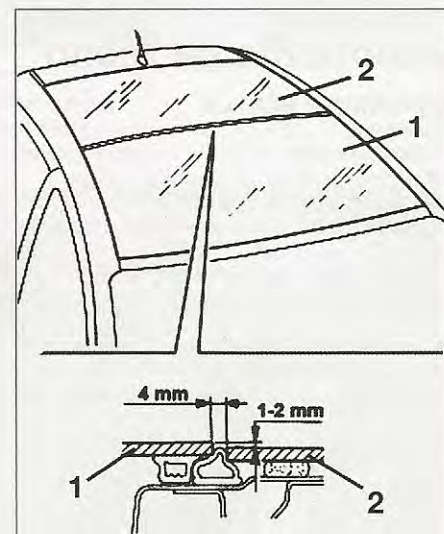

FIG. 66
- Comprobar que el techo deslizante (1) está correctamente alineado con la carrocería y el techo transparente fijo (2) (fig. 66).
- Comprobar que la posición del techo deslizante (1) con relación al techo transparente fijo (2) esté conforme a las medidas indicadas a lo ancho del techo deslizante.